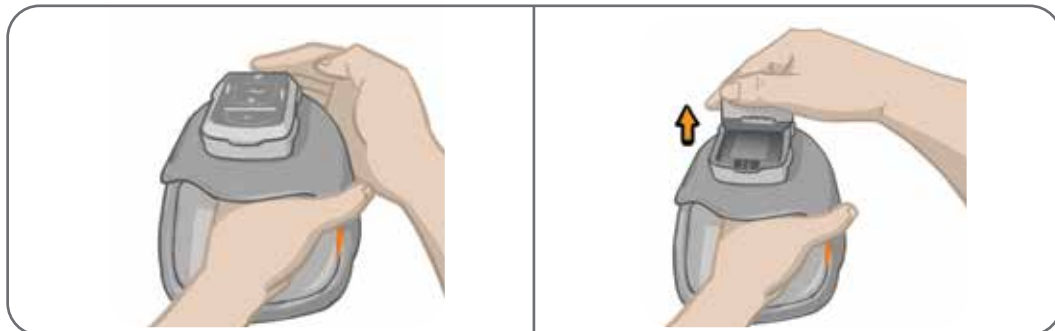

Figura 8-10. Rimozione dell'EPG
2. Staccare la parte superiore dell'EPG dalla base (Figura 8-10).